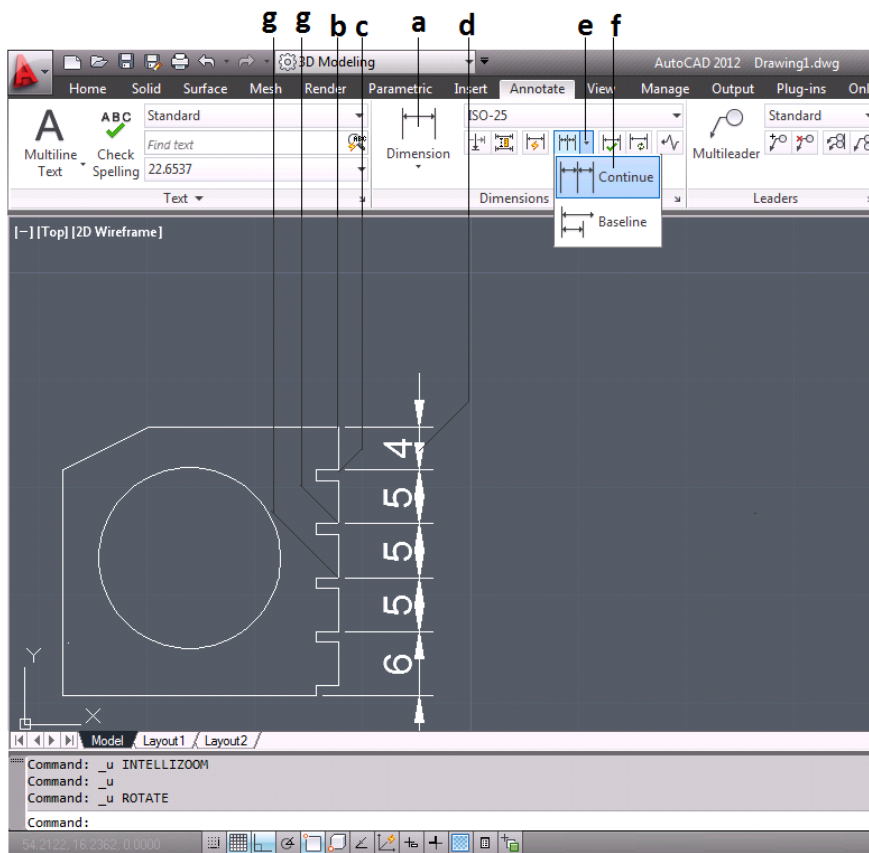

Figura 3.73 Acotado “Continuo”
- Se selecciona la herramienta Linear [Linear] de la lista de tipo de cotas (*figura 3.73*).
- Se selecciona el primer extremo de la línea, para indicar la 1ª coordenada (*figura 3.73*).
- Se selecciona el segundo extremo de la línea, para indicar la 2ª coordenada (*figura 3.73*).
- Con el puntero se indica donde se localizara la cota (*figura 3.73*).
- Se da clic en la flecha para desplegar sus opciones (*figura 3.73*).
- Se selecciona la opción Continua [Continue] (*figura 3.73*).
- Se selecciona el vértice de las líneas de extensión (*figura 3.73*).